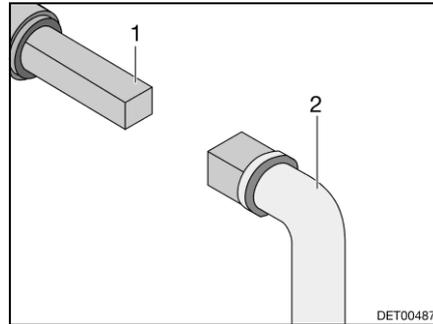

Bild 92 Bedienung Abwasserhahn
- Schlüssel (Bild 92,2) auf Vierkant (Bild 92,1) stecken.